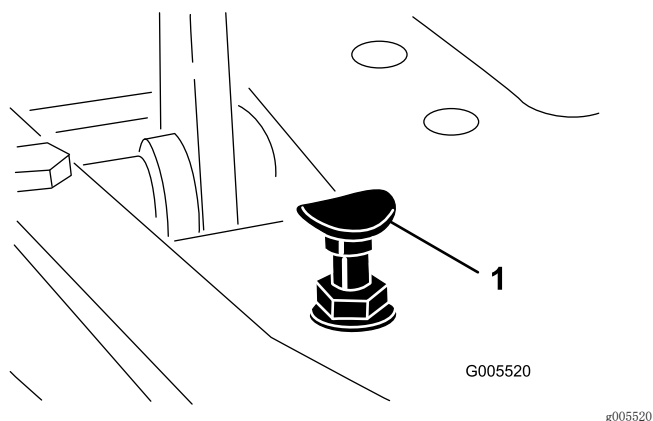

图 42
要获得最大行驶速度，请将功能控制杆放在行驶位置，并踩下驱动踏板。如果在拉线感到张紧力之前，踏板接触到限位器（图 42），请执行以下调节程序：
1. 将功能控制杆放在行驶位置，松开将踏板限位器固定至底板上的锁紧螺母（图 42）。